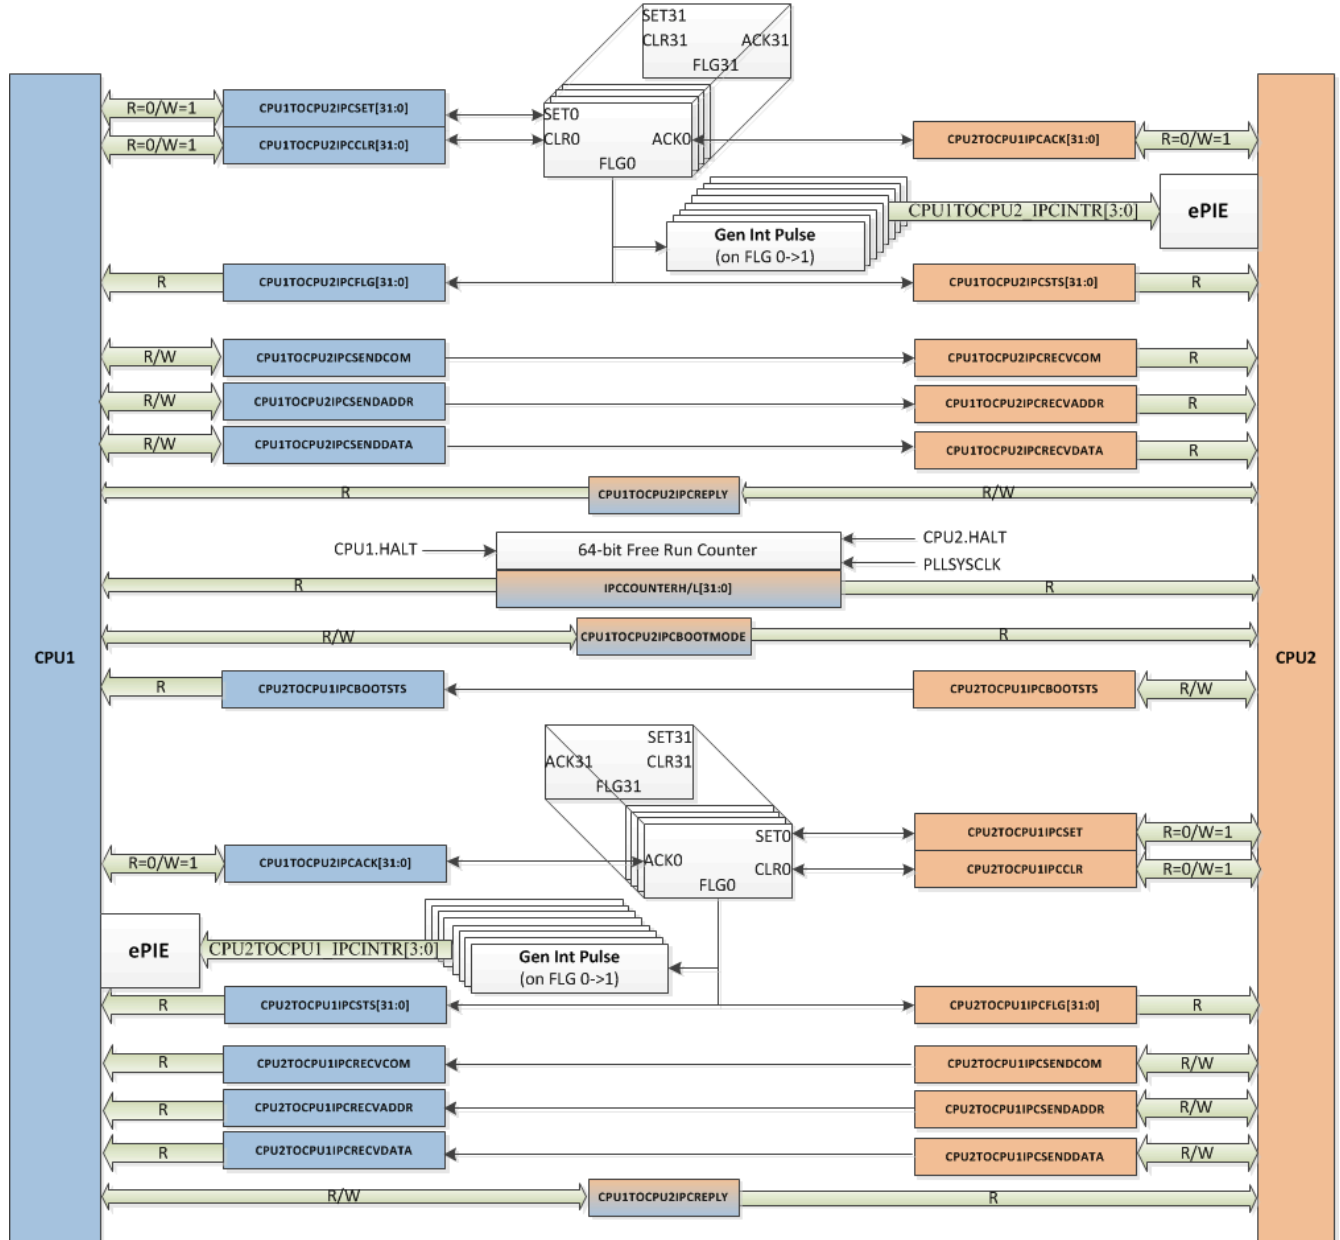

図 7-6. CPU1_TO_CPU2 IPC モジュール
- CPU1_TO_CPU2 IPC アーキテクチャ (図 7-6 を参照)